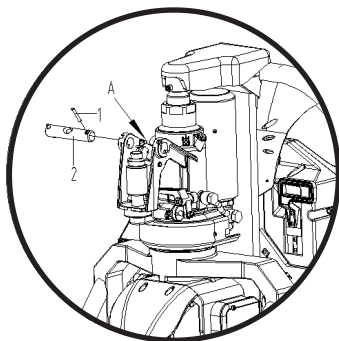
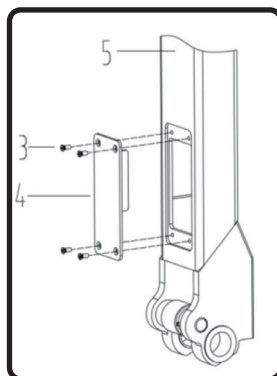

Figura 1
Figura 2
3. Inserte el conjunto del brazo 5 (Figura 2) en A (Figura 1), conecte el conjunto del brazo 5 al cuerpo de la bomba 10 con el tornillo 2. Introduzca la cadena de varilla 8 a través del orificio del tornillo 2. Tire del brazo a su posición horizontal, saque el pin 9 y guárdelo para la próxima vez que lo use.